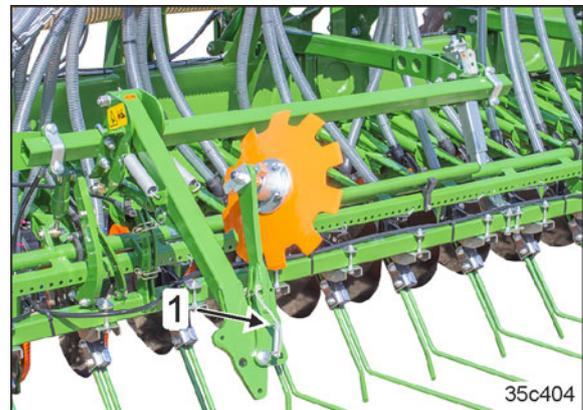

Рис. 243
6. Закрепите соединение пальцем (Рис. 243/1) и зафиксируйте его.